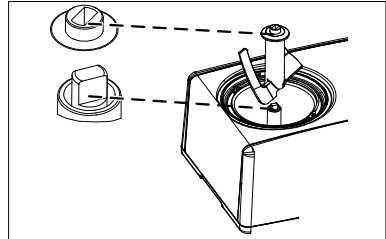

Abb. 3
- ▶ Reinigen Sie vor dem ersten und jedem weiteren Gebrauch alle losen Teile (Deckel (1), Rührwerkzeug (3) und Zubehör) sowie den Behälter (11) im Gerät mit einem weichen Tuch und einem handelsüblichen Spülmittel.
- ▶ Setzen Sie den Behälter in die Eismaschine, auf die Antriebswelle (2).
- ▶ Stecken Sie das Rührwerkzeug auf den Behälter und achten Sie darauf, dass das Rührwerkzeug auf der Antriebswelle sitzt (siehe **Abb. 3**).